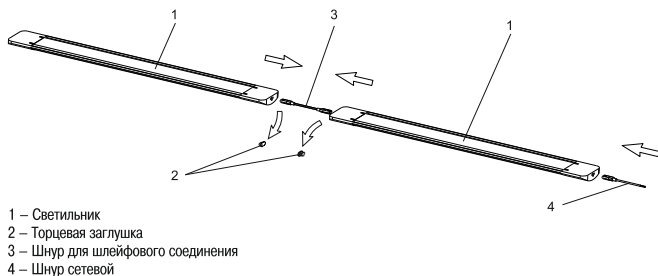

Рисунок 3
1) коричневый проводник светильника – к фазному проводнику сети (L);
2) синий проводник светильника – к нейтральному проводнику сети (N);
3) жёлто-зелёный заземляющий проводник (⊕) светильника – к защитному проводнику сети (PE) .
5.3.3 Конструкцией светильника предусмотрено шлейфовое соединение светильников в ряд (рисунок 3). Максимальное количество подключаемых светильников указано в таблице 1.